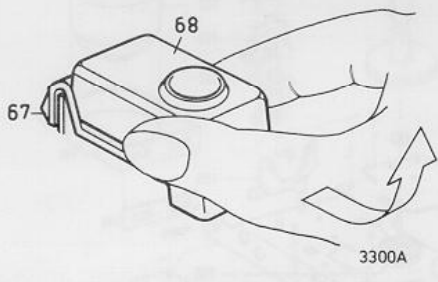

Fig. 5
3. Kap 68 op druktoets 67, 73 (Fig. 5)